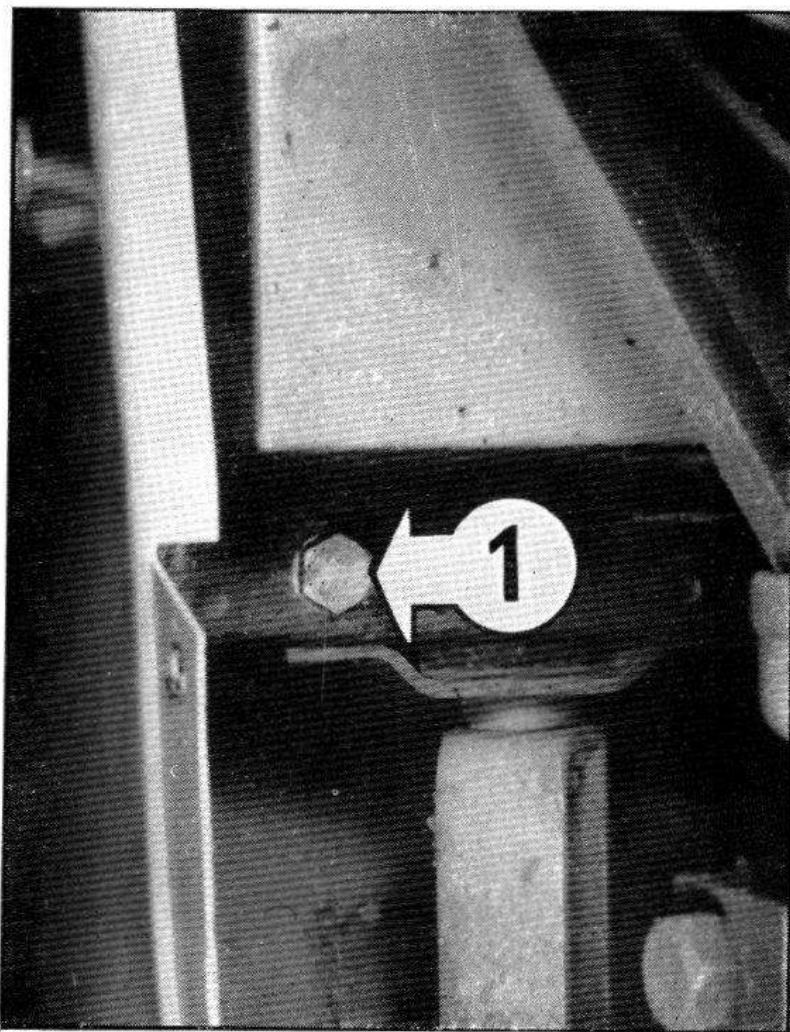

Fig. 20. — Bouchon de vidange du radiateur.
- Vidanger l'eau du moteur et du radiateur par les robinets prévus à cet effet (rep. 12, fig. 5 et rep. 1, fig. 20).